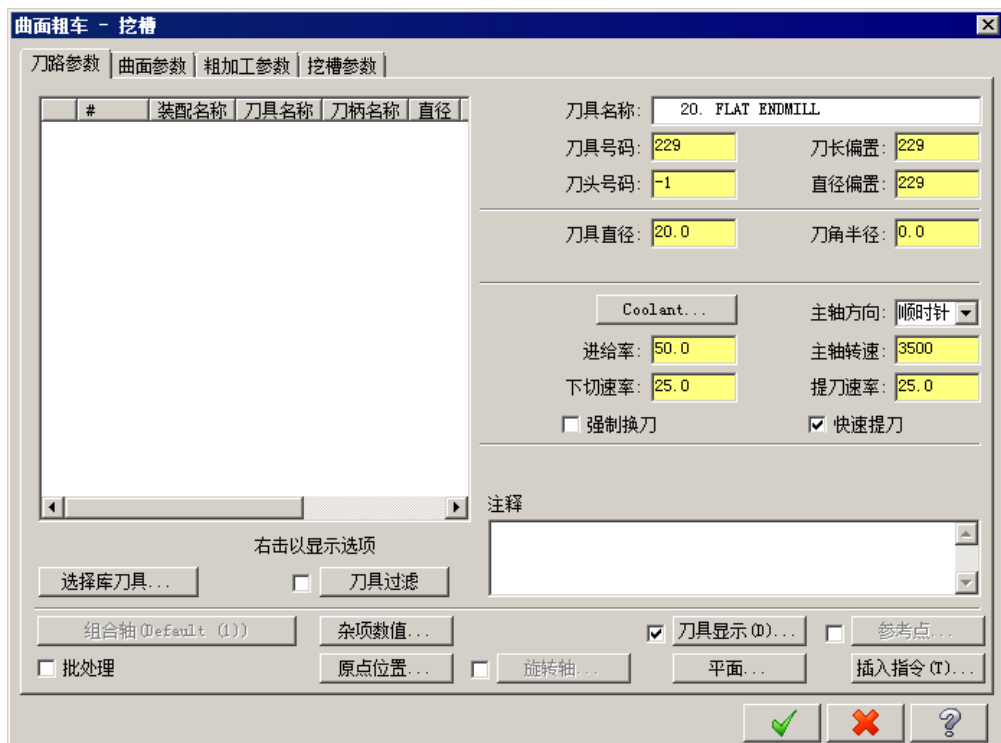

图 3.5.1 “曲面粗车-挖槽”对话框
Step1. 在“刀路曲面选择”对话框中单击  按钮，系统弹出图 3.5.1 所示的“曲面粗车-挖槽”对话框。